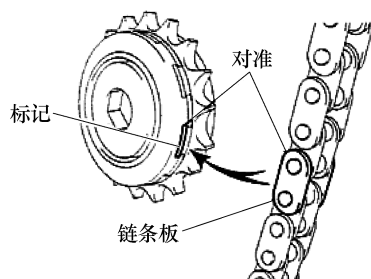

图 1-61 紧固链条
② 逆时针转动右侧气缸组上的凸轮轴正时齿轮总成，以紧固两气缸组之间的链条，如图1-61所示。